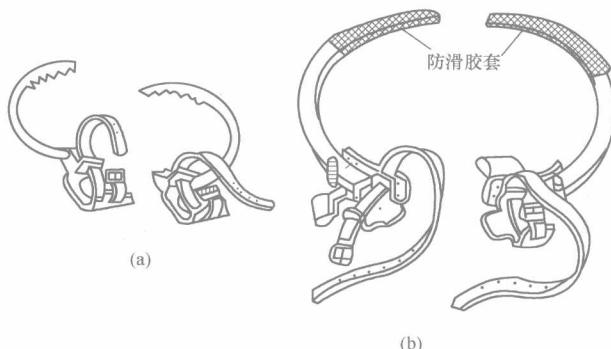

图 1-7 脚扣
(1)脚扣又称铁脚,是一种攀登电杆的工具。脚扣分为两种:一种是扣环上有铁齿,供登木杆用如图 1-7(a)所示;另一种是扣环上裹有橡胶,供登混凝土杆用如图 1-7(b)所示。